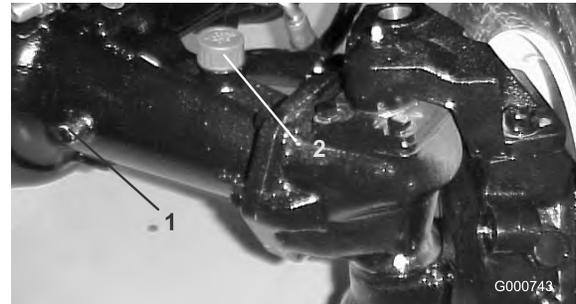

Figura 67
2. Togliete un tappo di controllo (Figura 67) da un lato del ponte posteriore e verificate che il lubrificante raggiunga la base del foro. Se il livello è basso, togliete il tappo di riempimento (Figura 67) e rabboccate con lubrificante finché non raggiunge la base dei fori dei tappi di controllo.